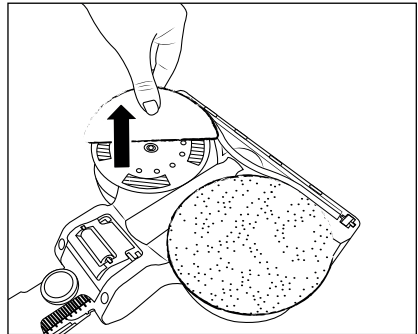

Fig. 17
- ◆ For at fjerne en moppepude ③4 fra moppestykket ③1 skal du holde den med fingrene og trække den af moppestykket ③1 oppefra (se fig. 17).